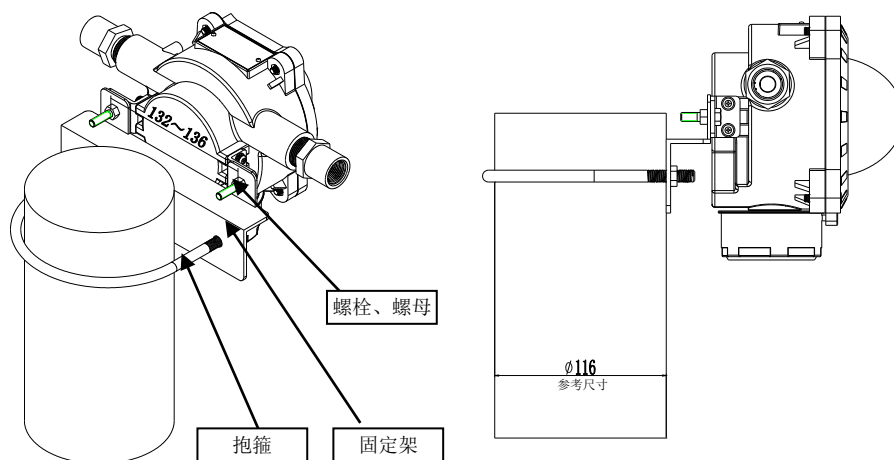

图 4 安装示意图 4
4. 警报器安装在立柱等结构上时，可采用抱箍方式进行安装，抱箍参考形式参见示意图 4，图示抱箍结构仅供参考，固定架参考使用厚度为 4mm 角钢，实际抱箍结构形式可由安装人员确定，警报器与抱箍使用两个 M6×20 螺栓连接，并确认固定牢固